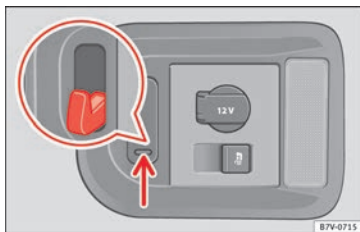

Fig. 172 En el maletero: ganchos para bolsas.
A la derecha del maletero hay unos ganchos para bolsas basculables » fig. 172 de los que se pueden colgar bolsas de compra ligeras.
- Presione hacia abajo en los ganchos para bolsas » fig. 172 (flecha) y abátales.